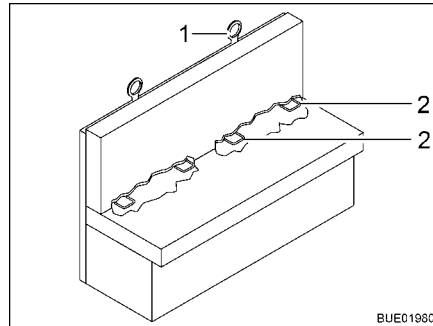

Bild 21 Isofix-barnsäkring
Om fordonet är utrustat med Isofix-barnsäkring, är sätena som är lämpade för den märkta med en Isofix-symbol. Dessa sätet har ett handtag (Bild 21,2) och en annan förankringspunkt uppe på ryggstödet (Top Tether) (Bild 21,1). Använd för Isofix lämpade bilbarnskydd. Bilbarnskydden har låsarmar som hakas in i sätets handtag.
- Om det är möjligt skall barnstolen också fästas vid Top Tether (Bild 21,1).